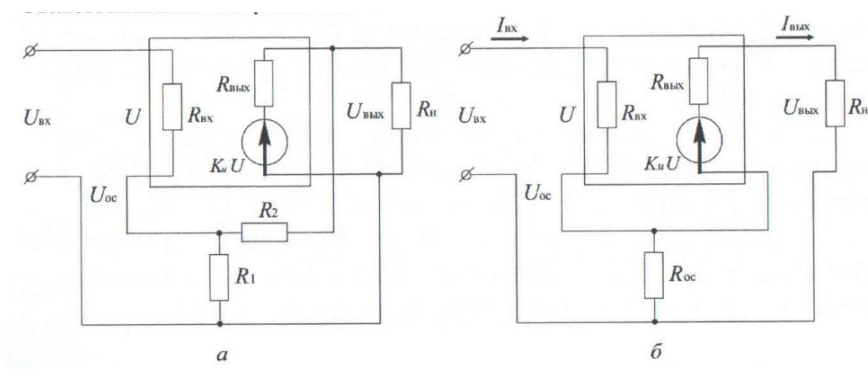

Рисунок 2 - Схемы для расчета последовательной ОС: а - по напряжению; б — по току
1. Определите, во сколько раз уменьшается коэффициент усиления усилителя $K_u=200$ при охвате его последовательной отрицательной обратной связи (ООС) по напряжению в виде четырехполюсника с коэффициентом передачи $\beta = 0,05$ (рис. 2,а).
3. Определите напряжение на выходе усилителя $U_{вых}$ и коэффициент усиления с последовательной обратной связью (рис. 2, а), если на вход усилителя одновременно с входным сигналом $U_{вх}= 0,2$ В поступает напряжение обратной связи $U_{oc} = 0,1$ В, действующее в противофазе с входным. Коэффициент усиления усилителя без обратной связи $K_u=10$.